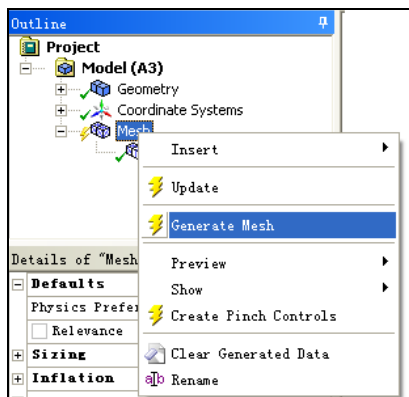

图 3-52 快捷菜单
**步骤 06** 在 Mesh 项上单击鼠标右键, 在弹出的快捷菜单中选择  Generate Mesh 命令, 如图 3-52 所示。此时会弹出网格划分进度条, 进度条消失后会生成如图 3-53 所示的网格。